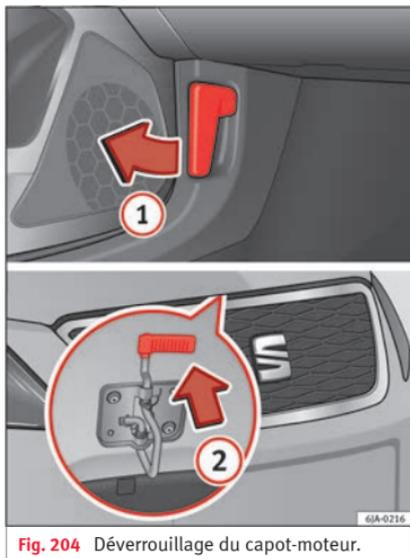

Fig. 204 Déverrouillage du capot-moteur.
- Tirez sur le levier ① » fig. 204 qui se trouve sous le tableau de bord dans le sens indiqué par la flèche.
- Tirez sur le levier de sécurité dans le sens de la flèche ② » fig. 204 pour déverrouiller le capot.